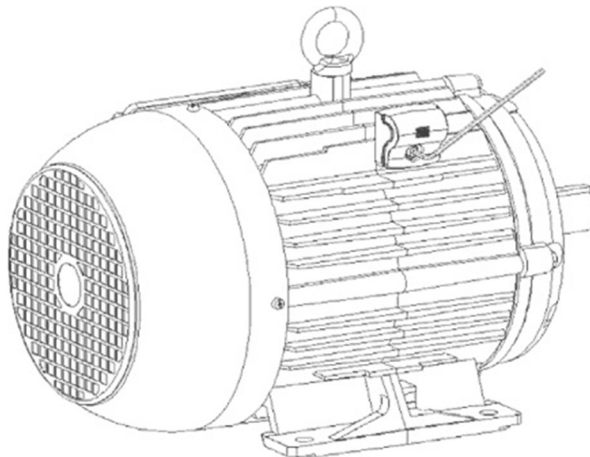

Рис. 3.2: Установка мотор-сканера
4. Используя шестигранный ключ на 3 мм, прикрутите винтом мотор-сканер во втулку и проверьте ее затяжку. Максимальный момент затяжки 2,8 Нм как показано на Рис. 3.2 на стр. 11.